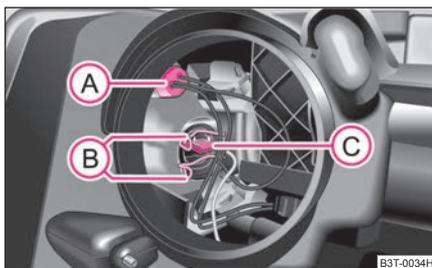

Abb. 218 Ausbau der Glühlampe für Stand- und Fernlicht
- Nehmen Sie die Fassung Ⓐ heraus ⇒ Abb. 218.
- Drücken Sie die Federdrahtbügel Ⓑ ⇒ Abb. 218 zusammen und hängen Sie sie zur Seite aus.
- Nehmen Sie die Fassung Ⓒ heraus ⇒ Abb. 218.